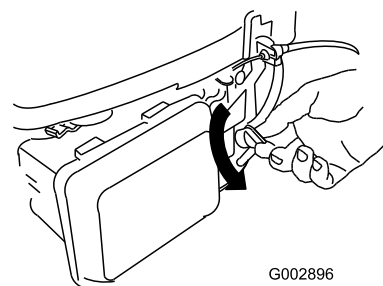

Figura 23
2. Gire la palanca de la válvula de combustible a la posición de ABIERTO (Figura 23).